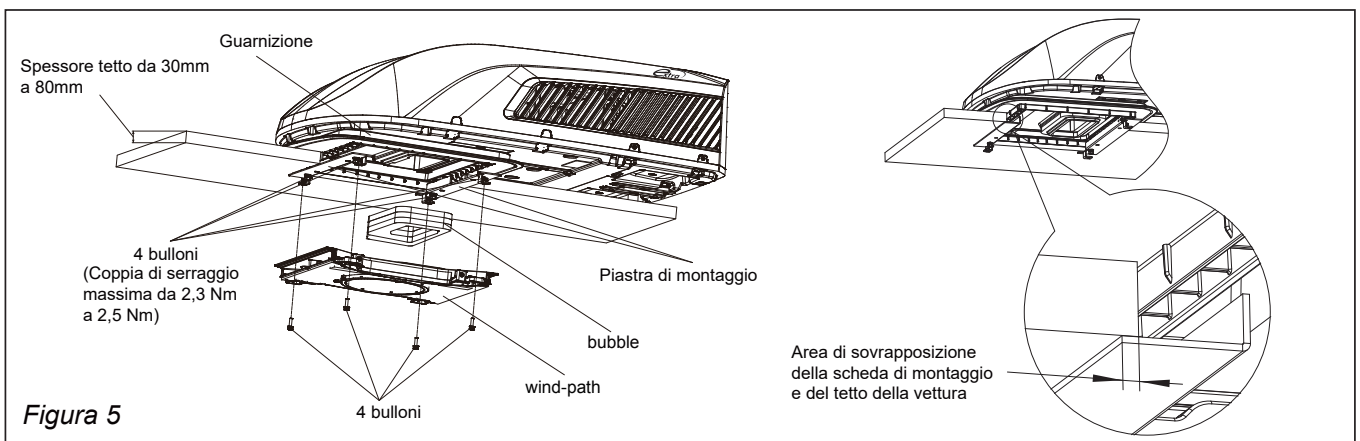

Figura 5
3. Portare quindi l'unità esterna sul tetto del veicolo e allinearla alle aperture sul tetto del veicolo. Per montare l'unità esterna, utilizzare 2 set di piastre di montaggio e 4 viti. Per quanto riguarda l'installazione delle piastre di montaggio, i 4 fori dei bulloni lunghi devono essere allineati rispettivamente con i 4 fori sul daptor e poi i piani superiori del bordo inferiore delle due piastre di montaggio devono essere sovrapposti alla superficie inferiore del tetto del veicolo (vedi *Figura 5*). I
6. Installare il gruppo di schiuma sul gruppo del condotto dell'aria. Utilizzare 4 viti per fissare il gruppo del condotto dell'aria sulla piastra di montaggio. Dopo aver collegato l'unità esterna all'unità interna, verificare se il gruppo di schiuma si è allentato (vedere *Figura 5*).